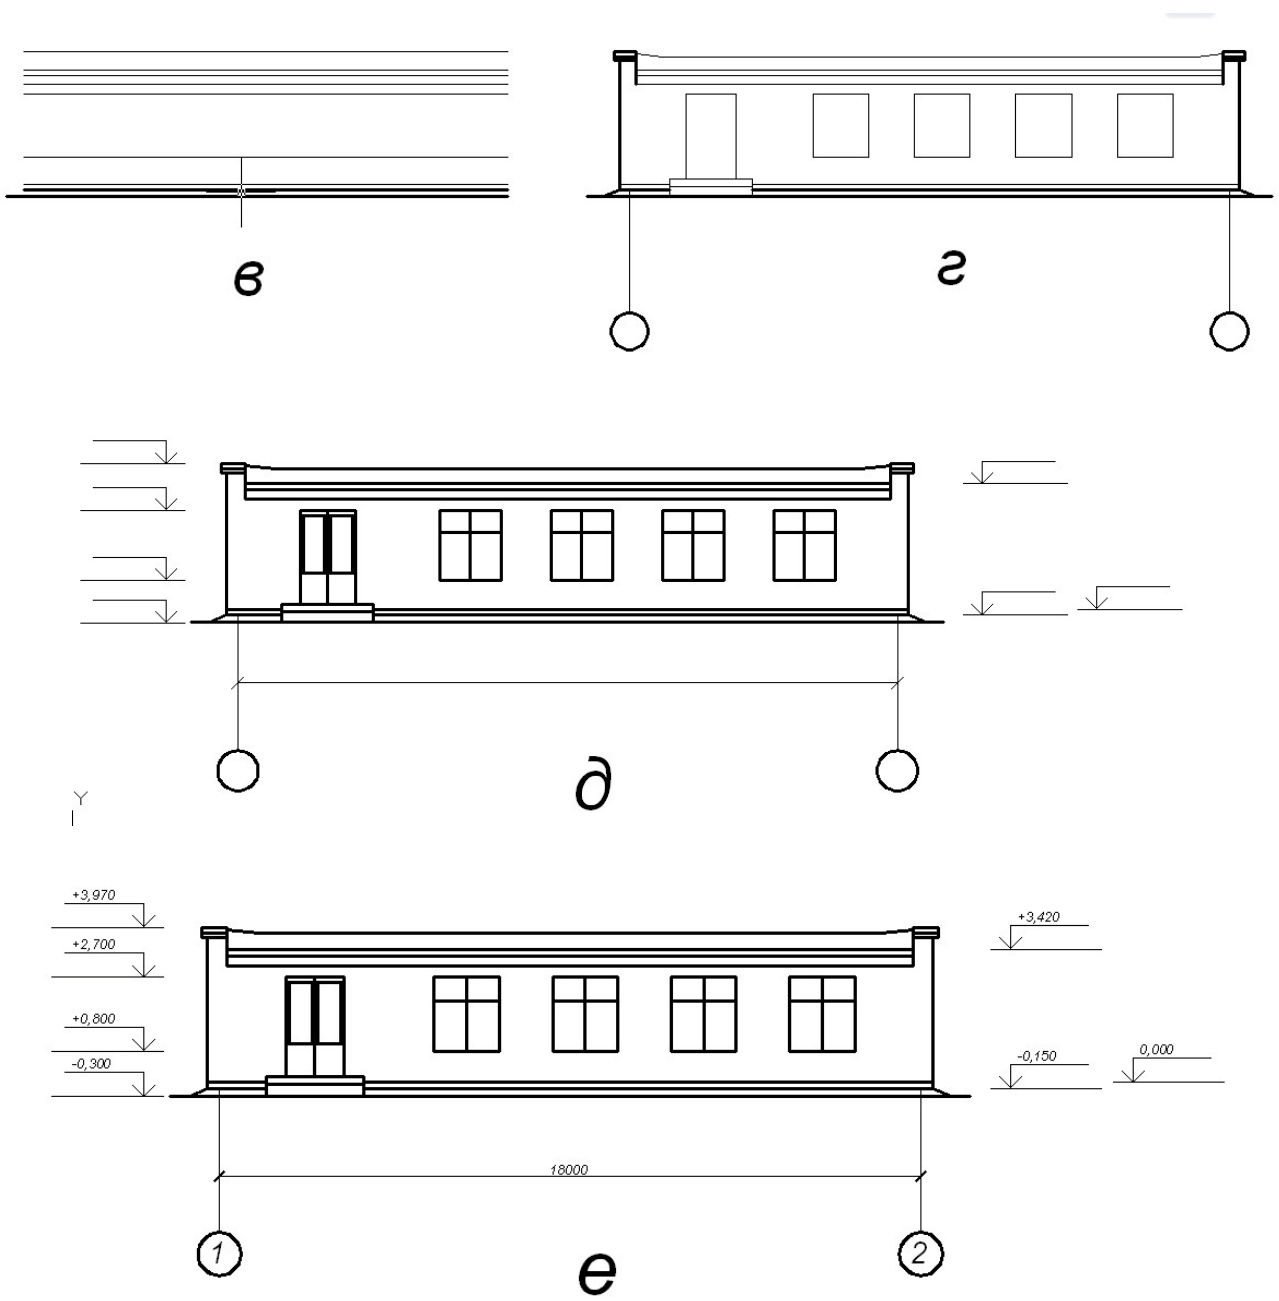

Рисунок 4 – Построение фасада здания
Чертеж фасада здания можно выполнить в следующей последовательности (рисунок 4):
1. Проводят горизонтальную прямую линию толщиной, принятой для обводки фасада. Ее выводят за контур фасада здания примерно на 30 мм (рисунок 4а).
2. Проводят вторую горизонтальную линию на расстоянии 1,5 мм от первой – линия отмостки (рисунок 4б).
3. Вычерчивают тонкими линиями горизонтальные линии цоколя, низа и верха проемов (оконных и дверных), карниза, конька и других элементов здания (рисунок 4в).
4. Проводят вертикальные линии координационных осей, стен, оконных и дверных проемов и т. п. (рисунок 4г).
5. Вычерчивают ограждения балконов, дымовые и вентиляционные трубы и другие архитектурные детали фасада (рисунок 4д). Наносят ссылочные кружки, обозначают элементы фасада, изображаемые на фрагментах, кружки координационных осей, выносные линии и знаки высотных отметок.
6. Проставляют высотные отметки, марки осей, размеры, надписи (рисунок 4е).